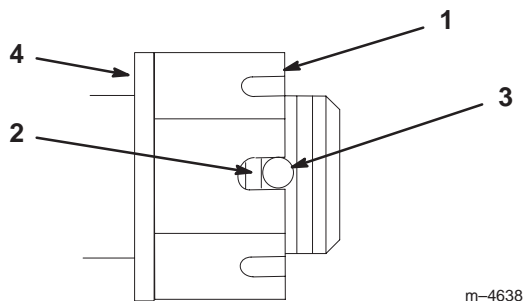

Figure 47
3. Serrez le boulon crénelé à 169,5 Nm (125 pieds/livres) (Fig. 47).
4. Mesurez l'espace entre la base de la fente de l'écrou et le bord intérieur du trou. On ne doit pas voir plus de deux filets (Fig. 47).
5. Si plus de deux filets sont visibles, enlevez l'écrou et placez une rondelle entre le moyeu et l'écrou (Fig. 47).
6. Serrez le boulon crénelé à 169,5 Nm (125 pieds/livres) (Fig. 47).
7. Serrez l'écrou jusqu'à ce que le jeu de fentes suivant soit en face du trou de l'axe (Fig. 47).